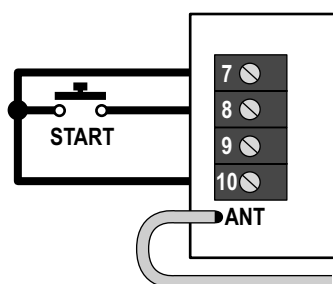

Fig.2
1. Sluit de knop aan zoals afbeelding 2 toont
2. Sluit een N.O.-knop aan zoals afbeelding 2 toont